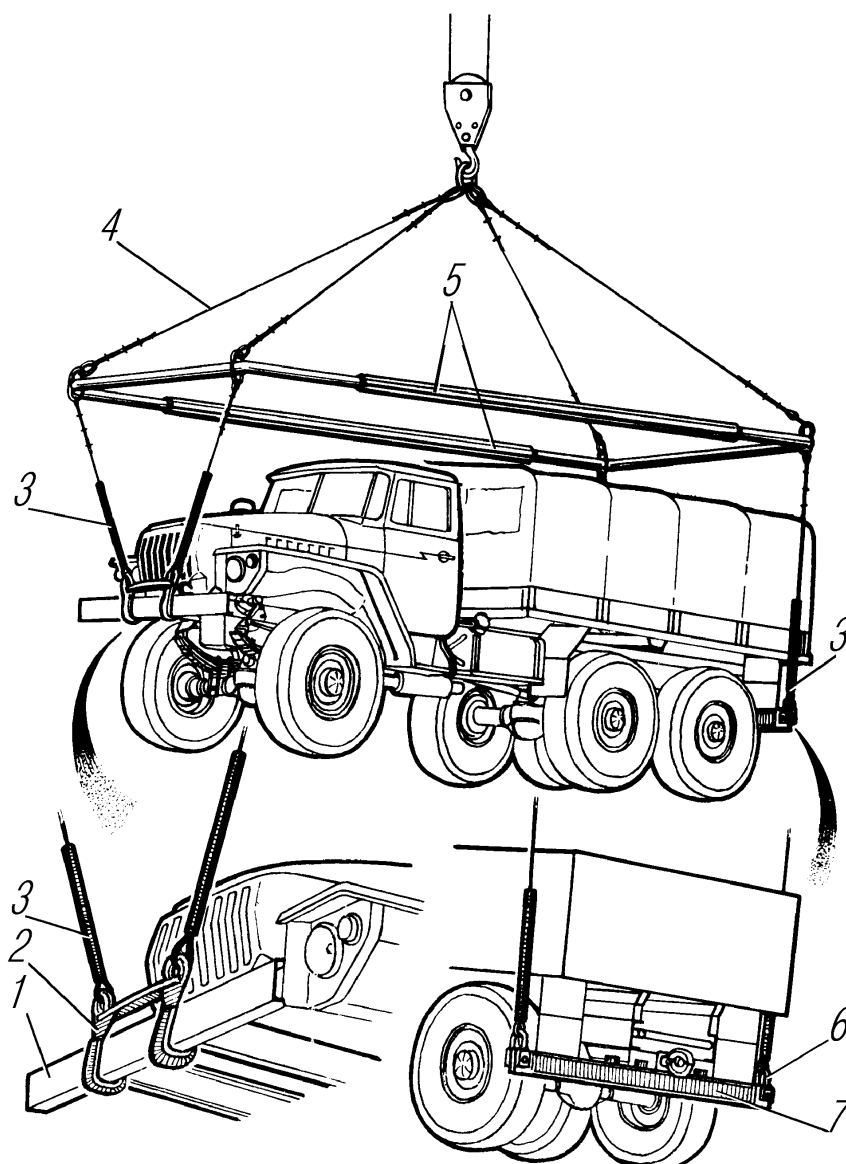

Рис. 118. Схема строповки автомобилей:
3. Погрузку и разгрузку автомобиля производите с помощью специального чалочного устройства (рис. 118) или своим ходом.